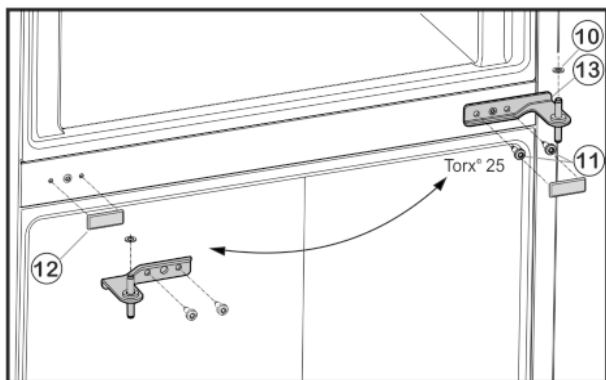

Fig. 6
- ▶ Śruby mocujące *Fig. 6 (11)* odkręcić (2 x Torx® 25) i z dolnych drzwi wyjąć środkową płytkę zawiasu.
- ▶ Zdjąć podkładkę z tworzywa sztucznego *Fig. 6 (10)*.
- ▶ Ostrożnie zdjąć osłonę *Fig. 6 (12)*.
- ▶ Założyć osłonę *Fig. 6 (12)* po przeciwnej stronie.
- ▶ Środkową płytkę zawiasu *Fig. 6 (13)* obrócić o 180° włożyć w dolne drzwi i przykręcić po nowej stronie zawiasu za pomocą śrub mocujących *Fig. 6 (11)* (2 x Torx® 25) (**z siłą 4 Nm**).
- ▶ Ponownie założyć podkładkę z tworzywa sztucznego *Fig. 6 (10)*.
- ▶ Założyć górne drzwi na środkową płytkę zawiasu *Fig. 6 (13)*.